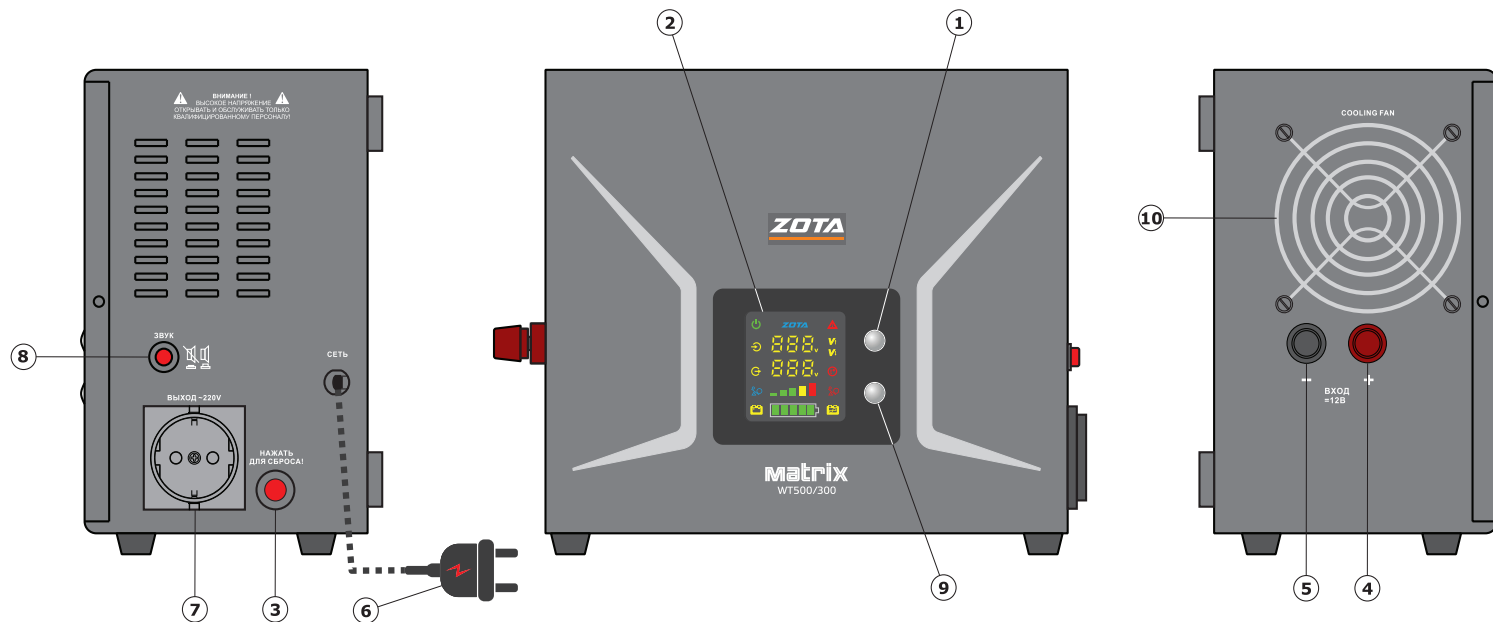
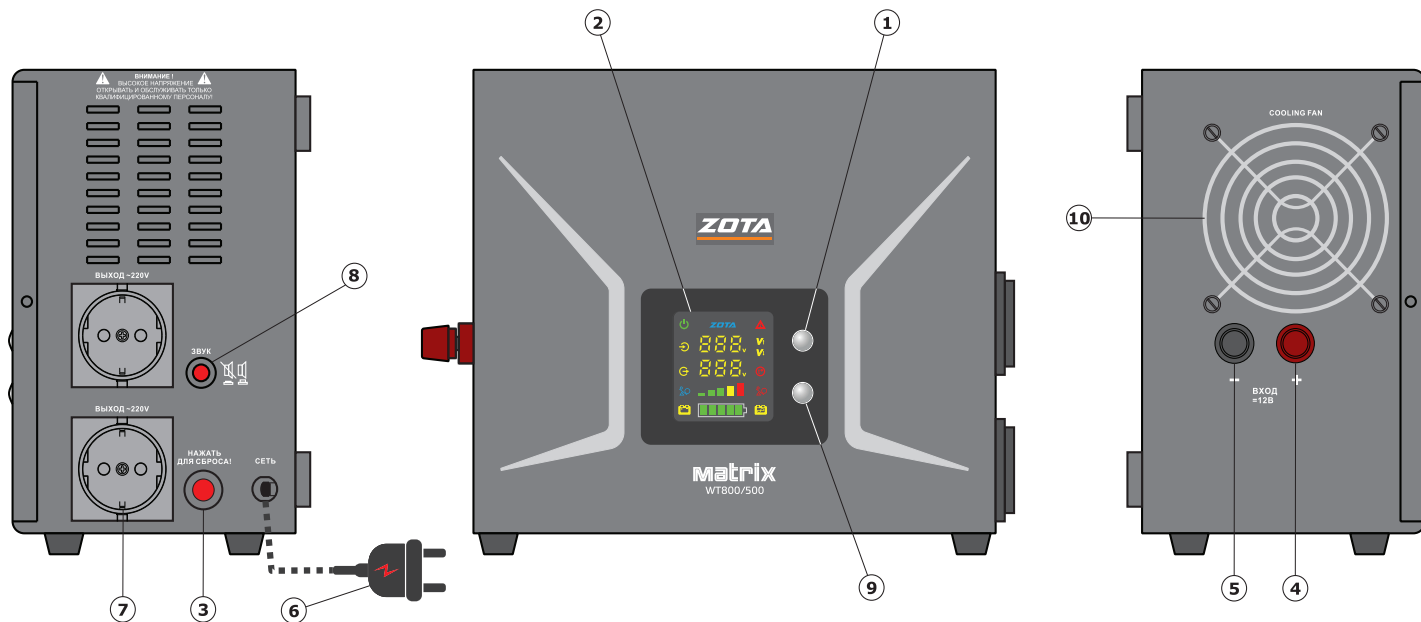
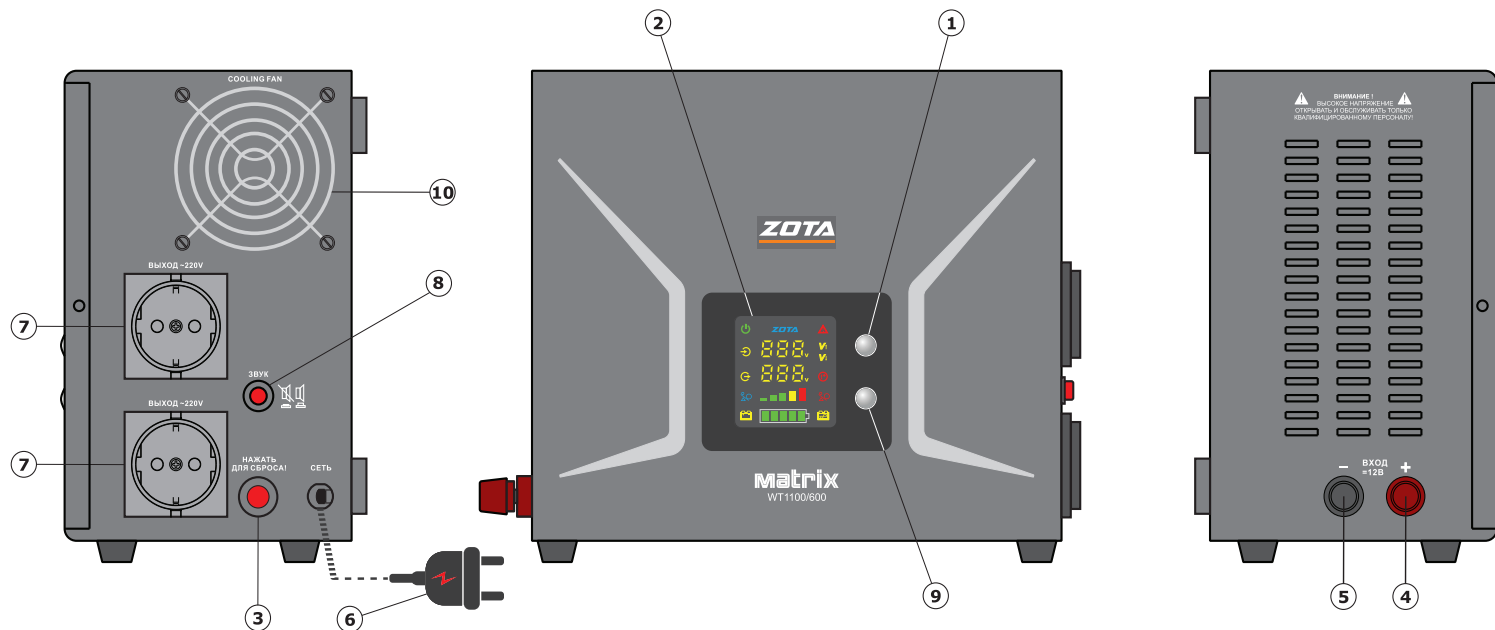
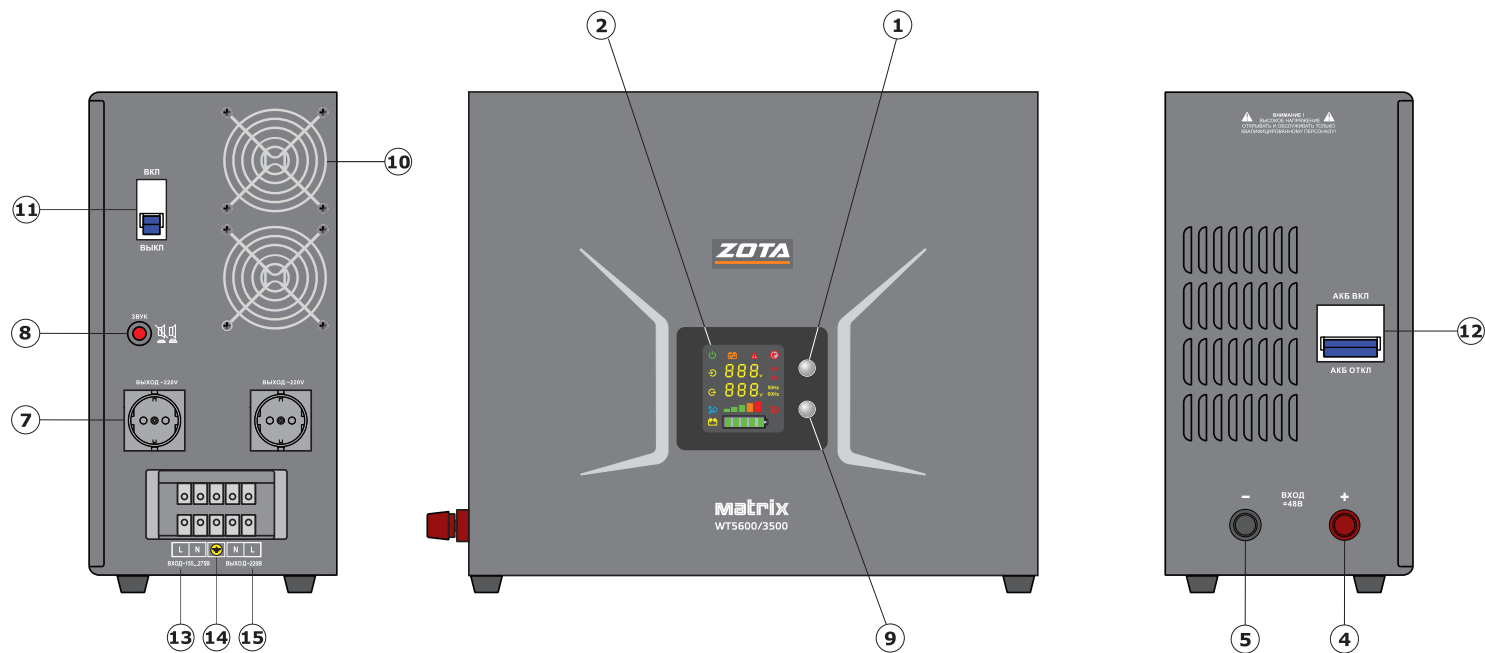

Рис. 2 Элементы управления инвертора Matrix-WT500/300
Рис. 3 Элементы управления инвертора Matrix-WT800/500
Рис. 4 Элементы управления инвертора Matrix-WT1100/600....Matrix-WT2900/1800
Рис. 5 Элементы управления инвертора Matrix-WT3400/2100....Matrix-WT8000/5000
- Перечень составных частей изделия, элементы управления и индикации представлены на **Рис. 2**, **Рис. 3**, **Рис. 4** и **Рис. 5**, описание и назначение приведено в **Табл. 4**.
- Перечень составных частей изделия, элементы управления и индикации представлены на **Рис. 2, Рис. 3, Рис. 4 и Рис. 5**, описание и назначение приведено в **Табл. 4**.
Заземление инверторов осуществляется при подключении к сети централизованного электроснабжения через сетевые разъемы типа «F» оснащенные заземлителем. После размещения инверторов Matrix-WT3400/2100, Matrix-WT5600/3500, Matrix-WT8000/5000 в месте установки следует подключить к клемме (**Рис. 5, поз.14**) проводник заземляющего устройства, удовлетворяющий требованиям **п. 5.2**.
Расположение элементов подключения, управления и индикации для всех моделей показано на **Рис. 2; Рис. 5; Рис. 6.**
- При появлении нормального сетевого напряжения на входе инвертора устройство включается автоматически. Для принудительного включения удерживать кнопку включения  (**Рис. 2; Рис. 5, поз.1**) в нажатом положении в течение 4-х секунд, четыре коротких звуковых сигнала в течение 2-х секунд означают завершение режима самотестирования и включение выходного стабилизированного напряжения.
- Для принудительного отключения выходного напряжения удерживать кнопку  (Рис. 2; Рис. 5, поз.1) в течение 4-х секунд.